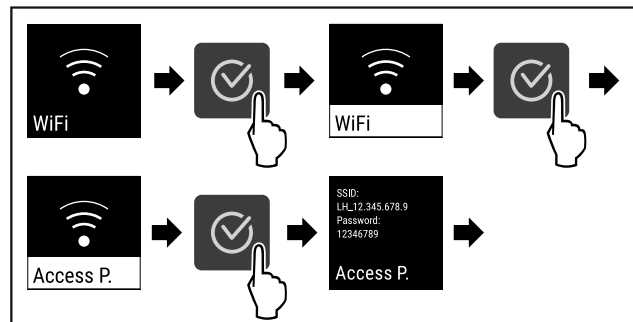

Fig. 84
- ▶ Провести етапи операцій (див. Fig. 84).